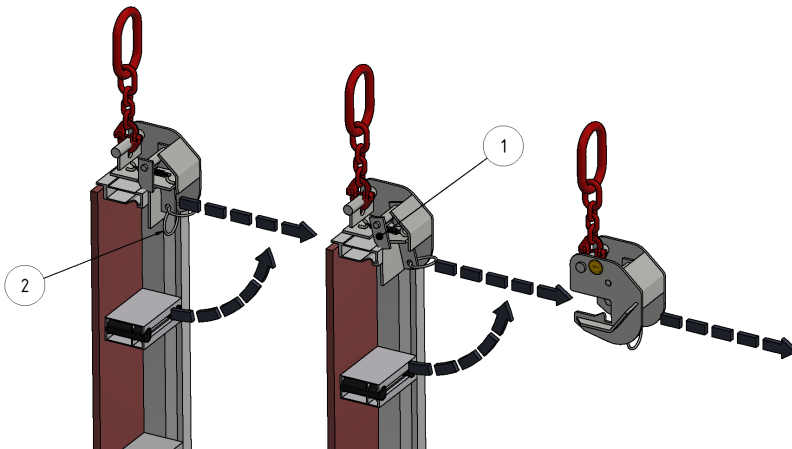

Figure 9 : Retrait du crochet de grue Alu-L
Le décrochage du crochet de grue Alu-L s'effectue comme indiqué sur la figure 9.
Pousser la manette de commande (2) vers le bas et la maintenir pour faire en sorte de relever le loquet de sécurité (1). Retirer le crochet de grue en tirant vers l'arrière conformément à la figure 9.
<p>La manette de commande (2) se sécurise de nouveau automatiquement en position initiale (figure 9) à droite.</p>